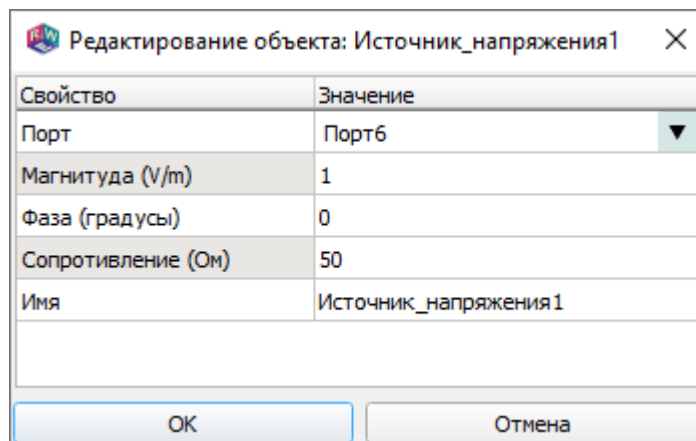

Рис. 178
16.17.2. Окно «Редактирование объекта: источник напряжения» показано на рис. 178.